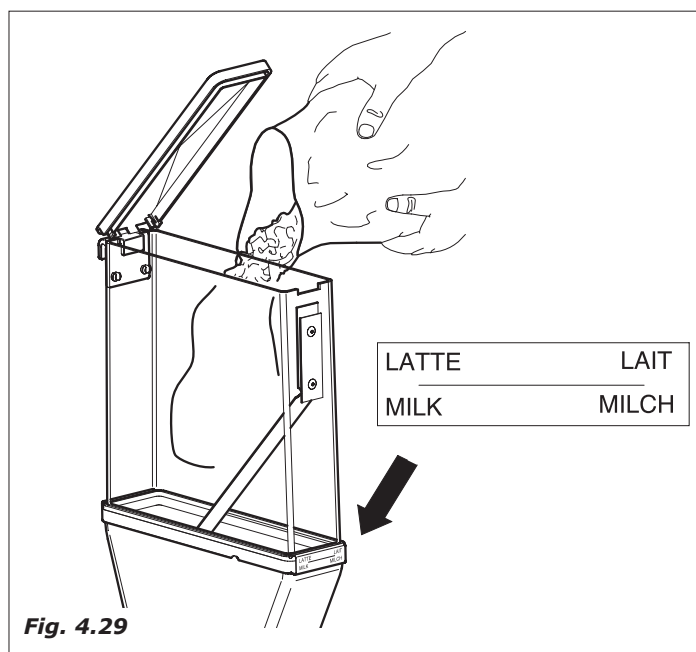

Fig. 4.29
- Sollevare i coperchi di ciascun contenitore ed inserirvi il prodotto secondo quanto riportato dalla targhetta stessa (Fig.4.29).